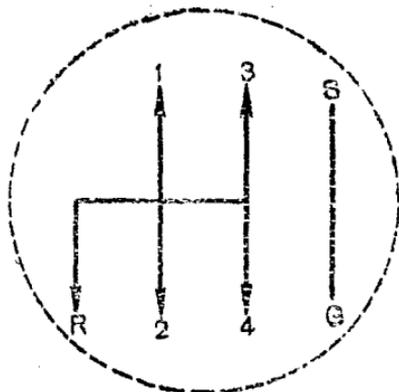

Рис. 9. Схема переключения передач:
1. Поставь рычаг управления коробки перемены передач в нейтральное положение (см. схему рис. 9).
ПОМНИ: схема переключения передач находится перед тобой на передней щитке (рис. 9).